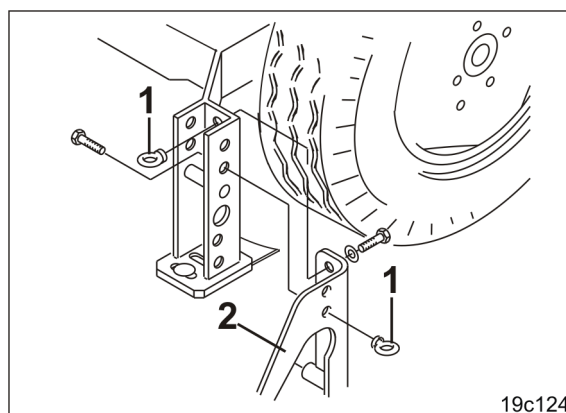

Fig. 183
- 1.1 Desaperte duas porcas de olhal (Fig. 183/1).
- 1.2 Remova o dispositivo de desagregação do rasto (Fig. 183/2).